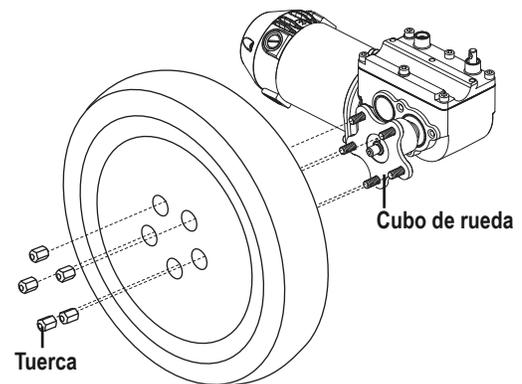

Figura 11. Rueda motriz con cinco tuercas
4. Retire la tapa del cubo, si está equipado, luego quite las tres (3) o cinco (5) tuercas de la rueda del cubo de la rueda. **Ver figura 11 o 12.**